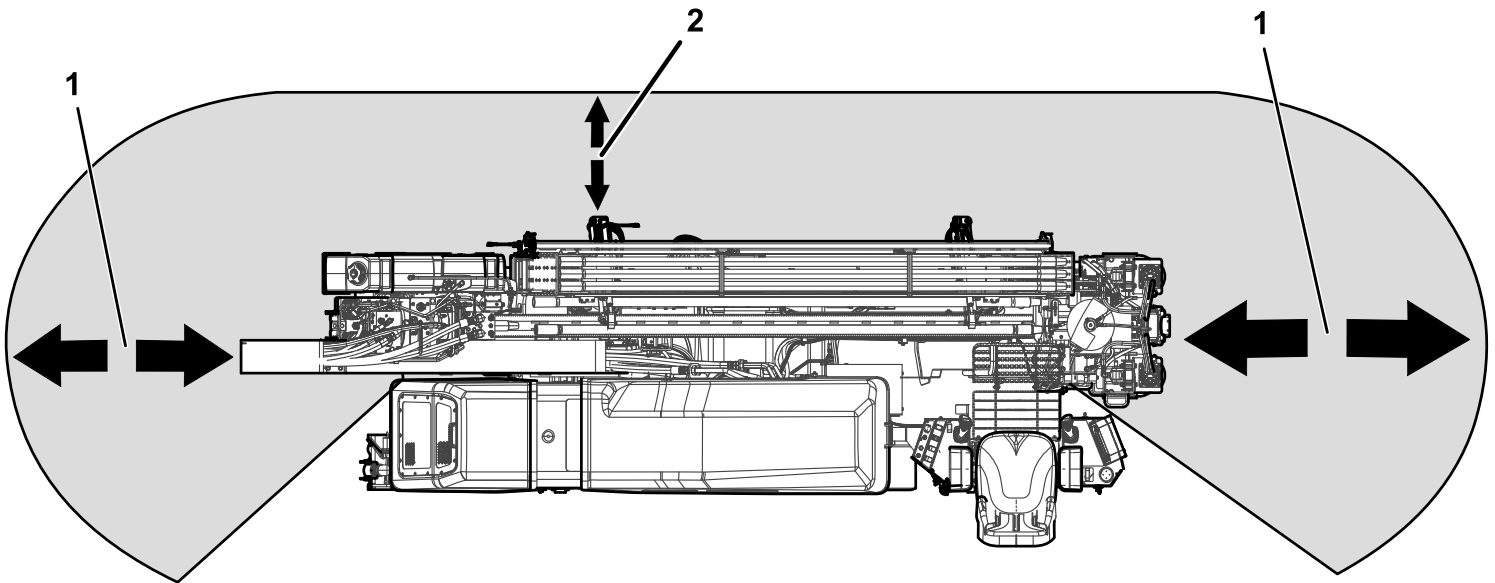

Figure 4
- Abaissez toujours la protection de chargement des tiges avant de forer (Figure 4).